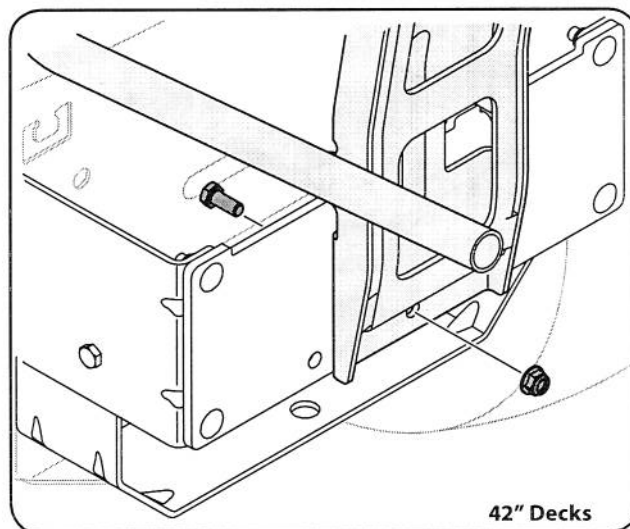
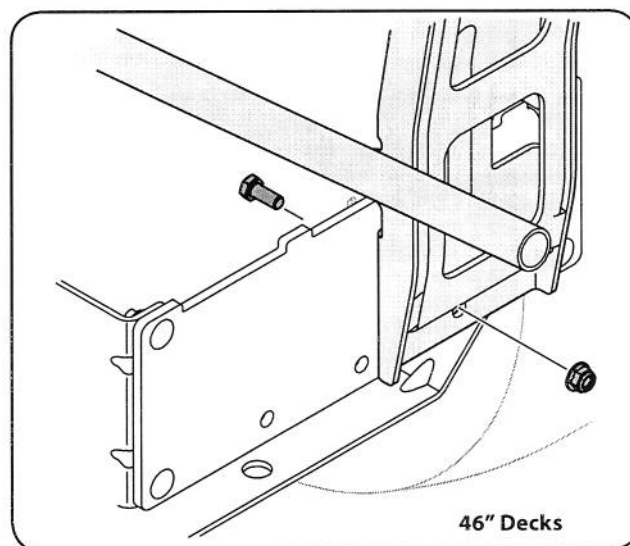

Figure 4-10
Figure 4-11
5. Fixez l'assemblage des battants au support de montage à l'aide d'un boulon 5/16" et d'un écrou à épaulement fournis. Consultez la figure 4-10.
Note: Sur les tracteurs de 42 "platinas supports de montage de l'appui dans le trou central comme on l'a vu ci-dessus dans la Fig. 4-10. Sur les tracteurs de 46 "des ponts, supports de montage de l'appui dans le trou de la main droite comme on l'a vu dans la Fig. 4-11.